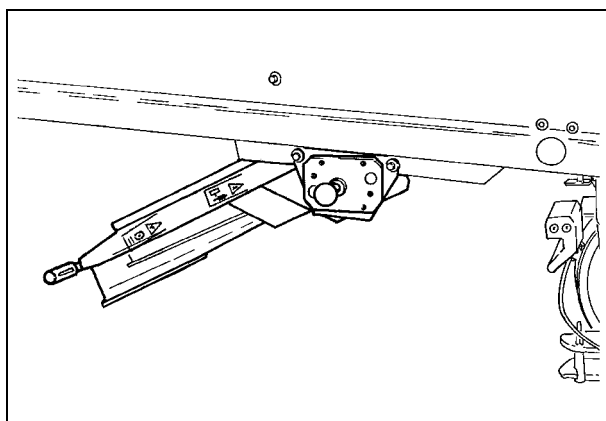

Рис. 39
- Горизонтальное положение (Рис. 39), для разборки сит
ВАЖНОЕ ЗАМЕЧАНИЕ: Если прицеп используется для транспортировки жатки, переведите разбрасыватель соломенной сечки в горизонтальное положение перед тем, как присоединить прицеп к сцепному устройству (Рис. 39).